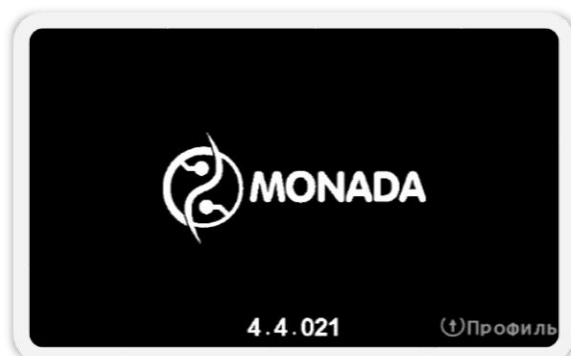
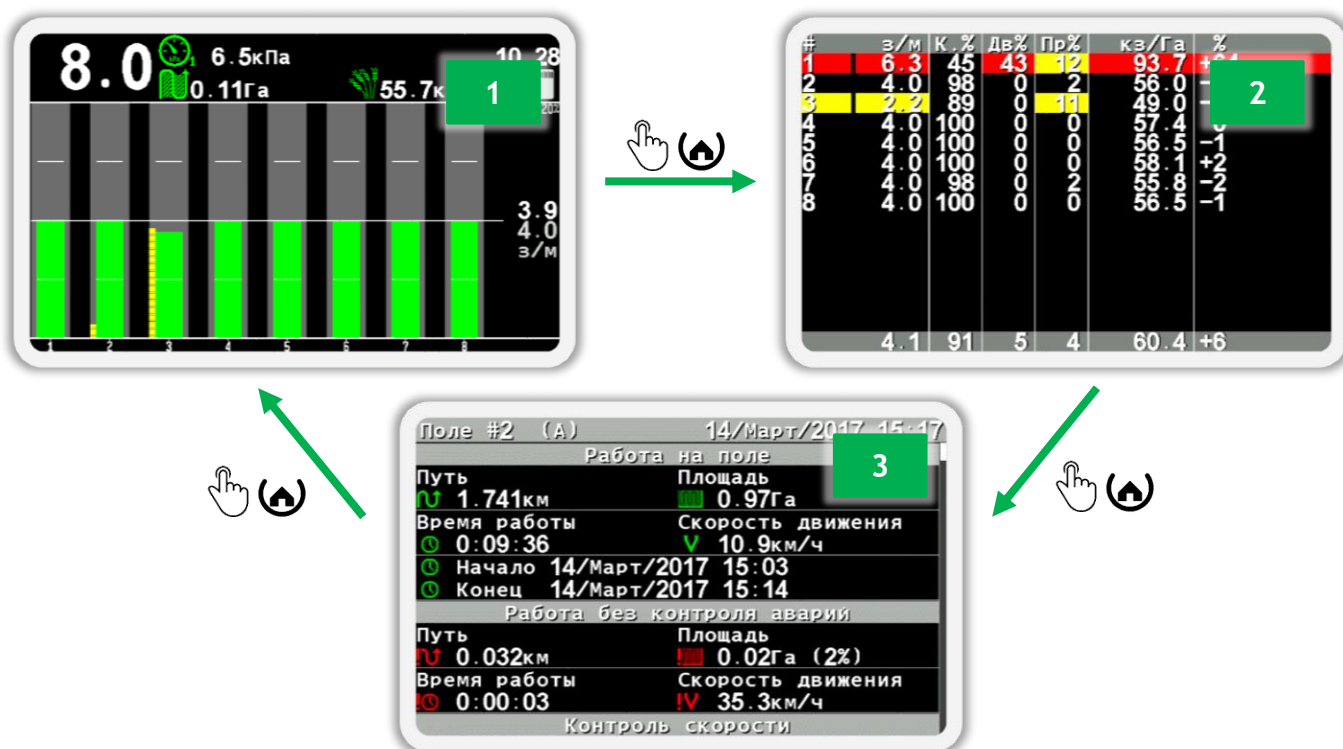

Рисунок 2 Экран загрузки
Рисунок 3 Схема переключения между рабочими экранами
Сразу после включения питания на экране панели оператора появляется экран загрузки с логотипом⁴ (см. Рисунок 2). Он отображается до тех пор, пока панель оператора не установит связь со всеми подключенными к ней устройствами. Этот процесс длится несколько секунд. Далее панель оператора переходит на «Главный экран» (см. Рисунок 3 п.1).
Информация о работе системы, необходимая оператору, расположена на рабочих экранах (см. Рисунок 3). Циклическое переключение рабочих экранов осуществляется с помощью кнопки  «Домой».
- главный экран (см. Рисунок 3 п.1);
- таблица высева (см. Рисунок 3 п.2);
- статистика (см. Рисунок 3 п.3).